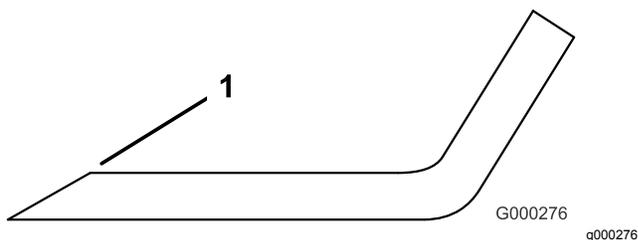

図 146
4. 刃先が鈍くなっていたり欠けていたりした場合には研磨する **図 146**。